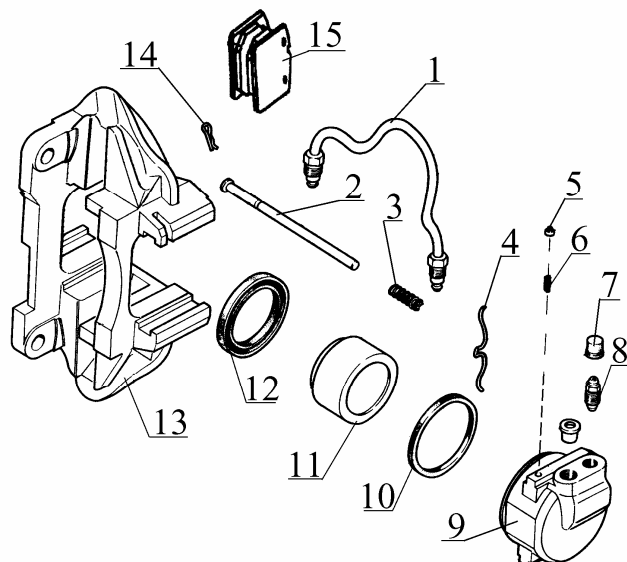

Рис.4 Детали суппорта переднего тормоза 2101-3501010-02/11-02:
Детали суппортов передних тормозов 2101, 2121 и 2108/10/12 приведены на рис. 4, 5 и 6 соответственно.
4.2 Снять соединительную трубку 1, рис.4 (ключ типа 24 код 41 08 08 10 ф. "Stahlwille", 256 8/10 ф. "USAG", 1105 8/10 ф. "Hans Tools").
- при установке на место пальцев крепления тормозных колодок, (дет. поз.2, рис.4), нанести на поверхность пальцев тонкий слой консистентной смазки (смазка ДТ-1);